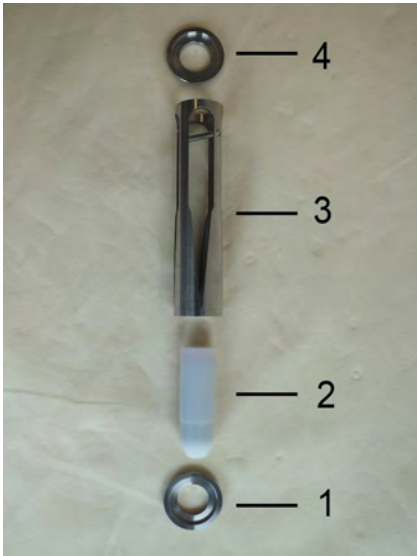

Abb. 39: Innenteile DWM-L
5. ➔ Zentrierscheibe (Eingang) (Abb. 39/1), Schwebekörper (Abb. 39/2), Schlitzdüse (Abb. 39/3) und Zentrierscheibe (Ausgang) (Abb. 39/4) als Innenteile des Strömungswächters